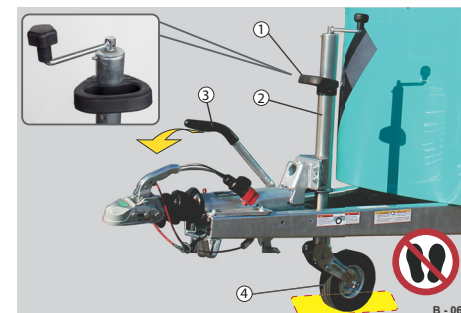

Abb. 74 Rangieren mit gebremstem Anhänger
- ▶ Stützrad (Abb. 74/4) herunterkurbeln, dass das Stützrad sich unter der Zugdeichsel bewegen kann.
- ▶ Handbremshebel (Abb. 74/3) lösen.
- ▶ Am Rangiergriff (Abb. 74/1) oder am Rundgestänge des Automatikstützrades greifen, wenn nötig.